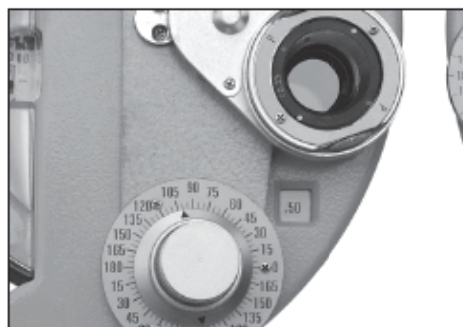

Figura 37
- (3) Gire la lente nuevamente para hacer una comparación. Si lo que Testee ve es lo más claro, como se muestra en la figura 37, mueva la lente cilíndrica cruzada axialmente hacia el punto rojo en 5 °, lo que permite que se vuelva 100 °.
- (4) Vuelva a girar la lente. Si Testee no puede informar ninguna diferencia, se completa el eje del cilindro de examen preciso (con eje astigmático de 100 °).
- (5) Ahora, para realizar una medición precisa de la potencia del cilindro (C), y gire la letra P al eje original (consulte la figura 37).